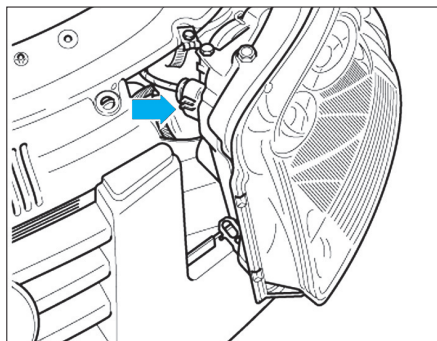

Fig. 37
- Débrancher le connecteur (Fig.37).